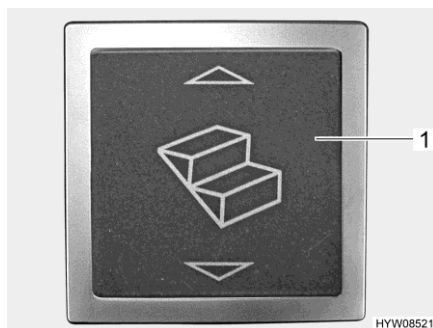

Fig. 6 Commutateur à bascule pour le marchepied (zone d'entrée)
- Appuyer sur le commutateur à bascule (Fig. 6,1) se trouvant dans la zone d'entrée.